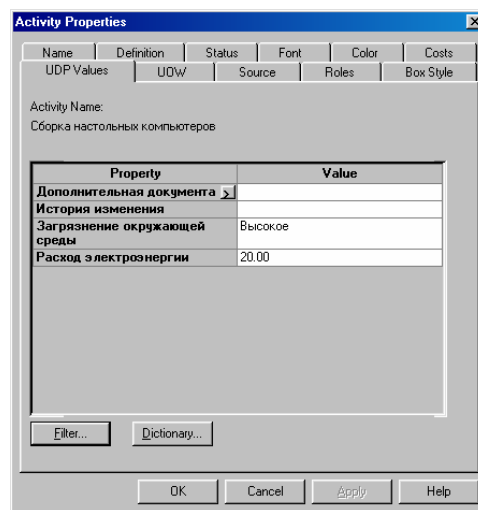

Рис. 151. Вкладка **UDP Values** диалогового окна **Activity Properties**
**"Информационная система".** Щелкните по **ОК**. В результате в диалоге **Activity Properties** не будут отображаться **UDP** с ключевыми словами **"Информационная система"** (рис. 151).